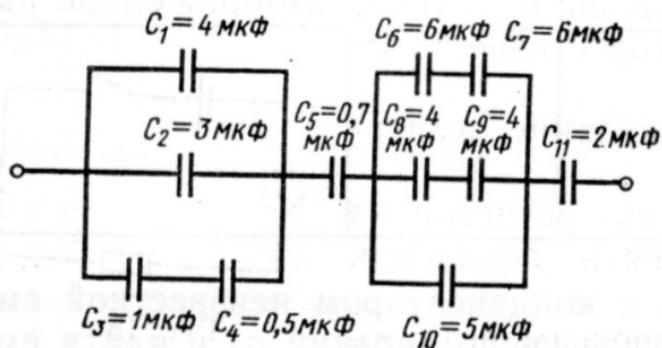

Рис.4
5. Задача: Определить заряд батареи конденсаторов, соединенных так, как показано на рис.4. Емкость каждого конденсатора (в мкФ) указана на рисунке.